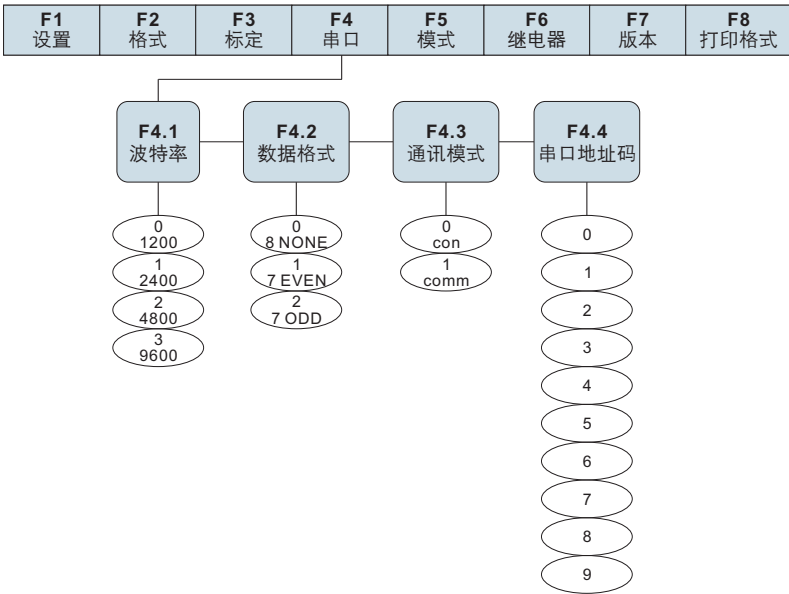

图15.1 串口通讯菜单结构
- 2) 按 \blacktriangleright 键，直至显示屏显示"F4"（见图15.1）。按 \blacktriangledown 键进入F4.1菜单，显示屏显示"F4.1"。